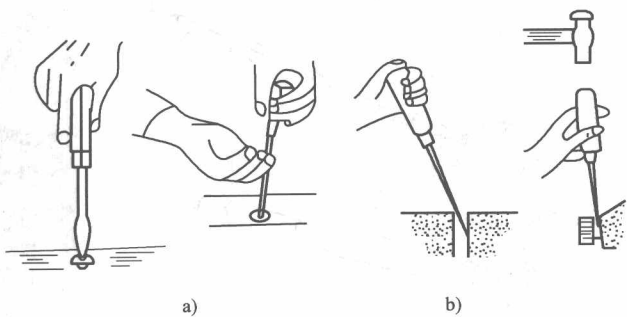

图 1-9 螺钉旋具的使用
2) 操作时手心应顶住柄端使旋具端口与螺栓或螺钉的槽垂直吻合，用力压紧旋具，并用手指旋转旋具手柄。如使用较长的旋具时，另一只手应把住旋具的中部，防止脱出，如图 1-9 所示。